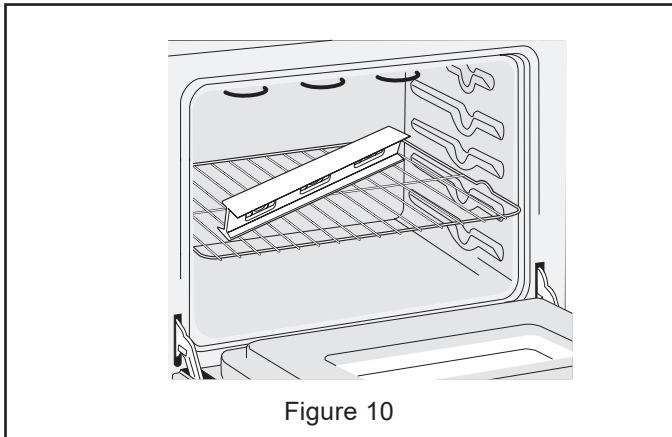

Figure 10
1. Installez la grille au centre du four supérieur (figure 10).